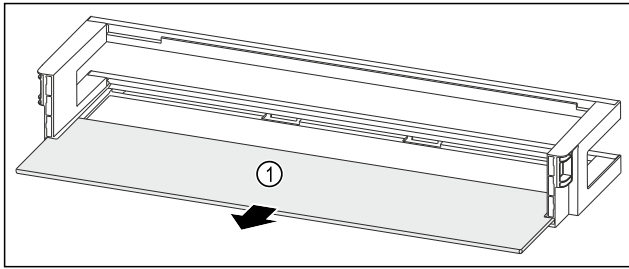

Fig. 87 Balconcino controporta con ripiano
- Rimuovere il ripiano Fig. 87 (1).